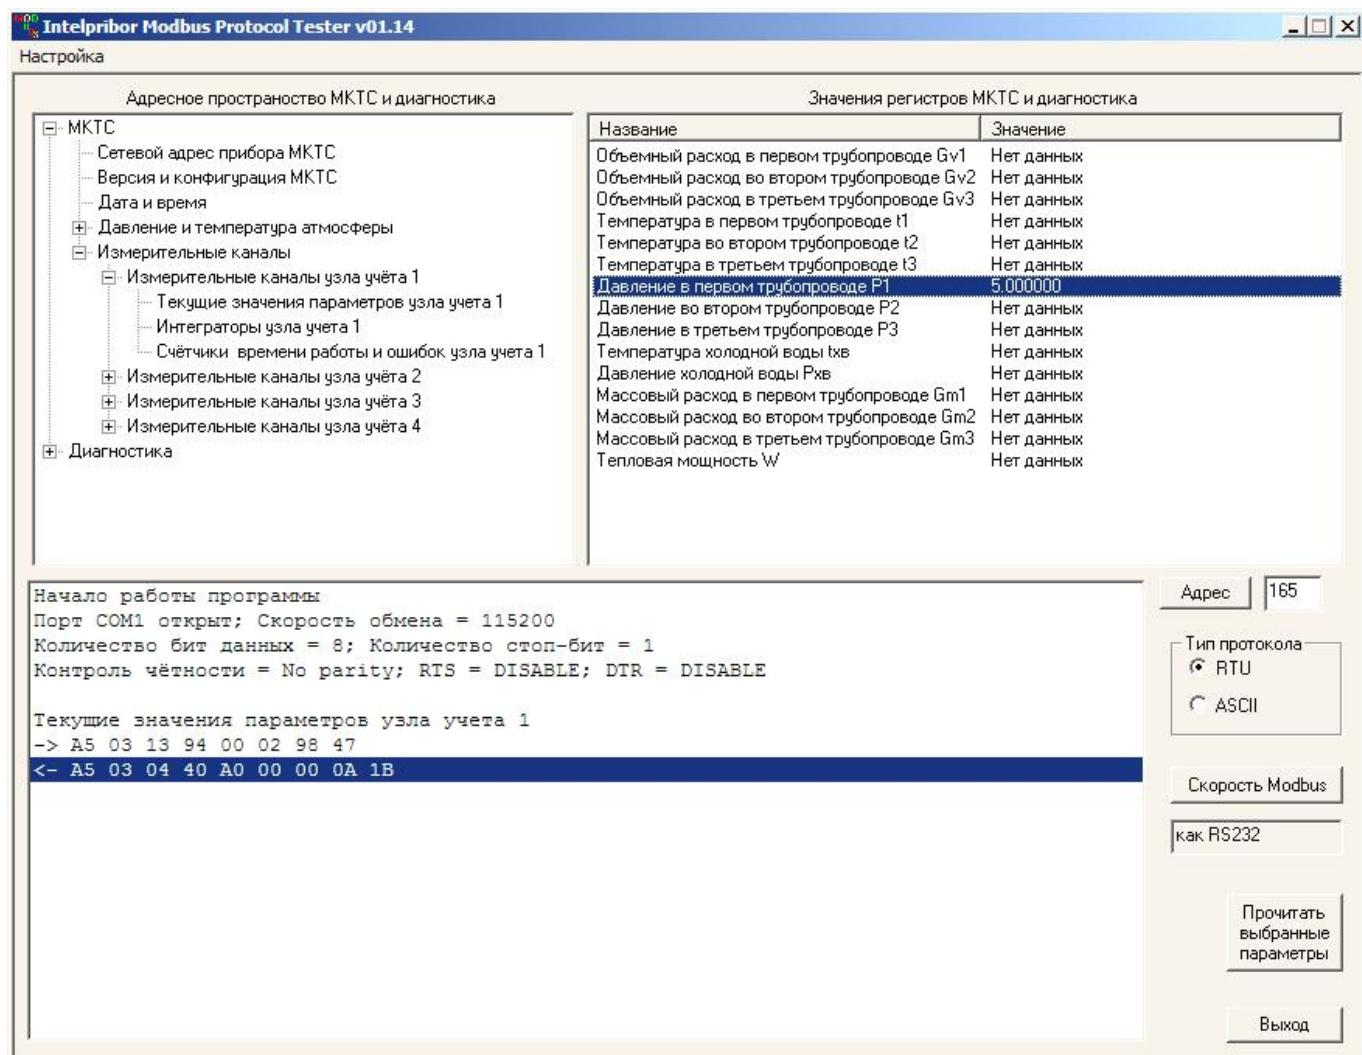

Рисунок 4.13 Просмотр значения только одного пункта списка.
- если требуется только один из нескольких параметров из списка Значения регистров МКТС и диагностика, то надо щёлкнуть по нему левой кнопкой мышки и наблюдать результат запроса (Рисунок 4.13);
Весь обмен: запросы и ответ, а также различные сообщения (название команды, сообщения об ошибках и т.п.) показывается в окне вывода внизу основного окна программы (см. Рисунок 4.13).